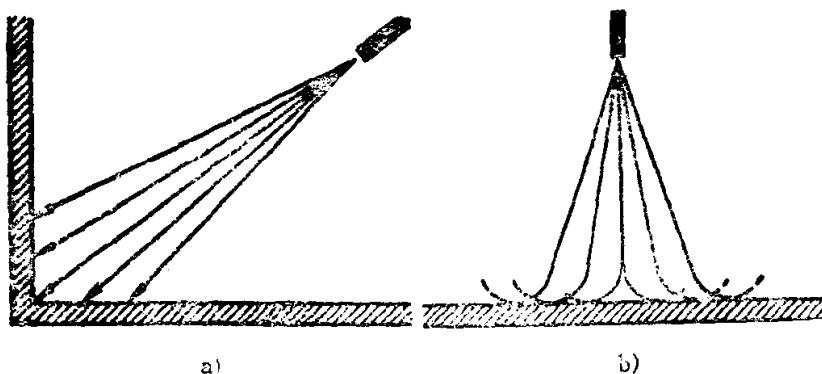

图1-2 高压无气喷涂
高压无气喷涂是利用压缩空气(也可用电动机或油泵)作动力，驱动高压泵将涂料吸入，并加压至 $7.5\sim30\text{ MPa}$ ，通过高压软管、喷枪，最后经一个特殊的喷嘴喷出，此时，高压涂料立即剧烈膨胀，雾化成极细小的液粒，喷射到工作物表面，形成均匀的涂膜，达到喷涂的目的。因为喷出的涂料中不混有压缩空气，并且涂料被增压至很高的压力，故称为“高压无气喷涂”(图1-2 a)，简称无气喷涂。
1) 由于涂料中没有压缩空气，所以可消除压缩空气中的水分、油分和其它杂质所带来的弊病，也不会因压缩空气在被涂物表面弹回而造成的涂料损失(图1-2 b)。